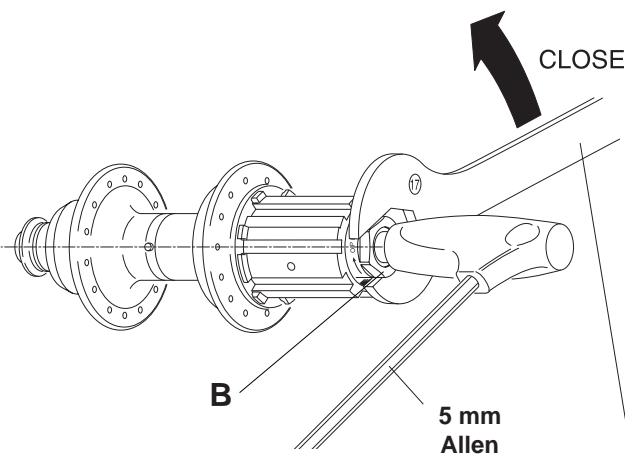

Fig. 17
- Avvitare il dado (B - Fig. 17) girandolo in senso antiorario con la chiave da 17mm tenendo fermo il perno dal lato ruota libera con la chiave a brugola da 5mm inserita per almeno 10 mm (coppia di serraggio 15 N.m. / 11 lb.ft.).
- Tighten the locking screw (B - Fig. 17) with the 17 mm wrench by turning **counterclockwise**. Hold the axle steady on the freewheel side with a 5 mm Allen wrench inserted for at least 10mm. Tightening torque: 15 N.m/11 lb.ft.
- Die Führungsbuchse (B - Abb. 17) des Schnellspanners mit einem 17 mm Schlüssel anziehen, wobei von der Seite des Freilaufkörpers aus, mit dem tief eingeführten 5 mm Inbusschlüssel die Achse festgehalten wird (Anziehmoment 15 N.n / 11lb.ft.).
- Vissez l'écrou de blocage (B - Fig. 17) avec la clé de 17mm en bloquant l'axe du côté roue libre avec la clé Allen de 5mm insérée au moins 10mm. (couple de serrage 15 N.m / 11lb.ft.).
- Enroscar la tuerca de bloqueo (B - Fig. 17) con la llave de 17 mm. bloqueando el eje por el lado de la rueda libre introduciendo al menos 10mm la llave allen de 5mm (par de torsión 15 N.m / 11lb.ft.).
- Draai de borgmoer (B - Fig. 17) vast met een 17 mm sleutel, hierbij de as stevig vasthoudend met een 5 mm inbussleutel aan de cassettezijde (minstens 10mm.). Aandraaikoppel: 15 Nm.